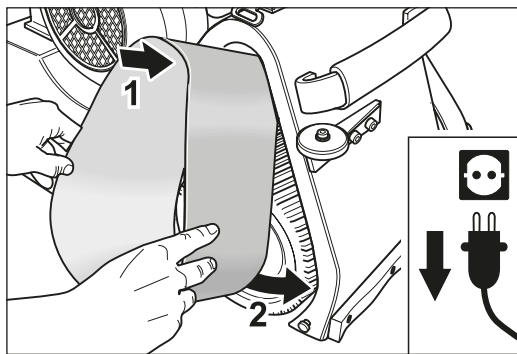

Fig. 8 Installation de la bande de ponçage.
- 9 Montez la bande de ponçage sur le tambour tendeur et glissez la sur le tambour de ponçage (fig. 8).